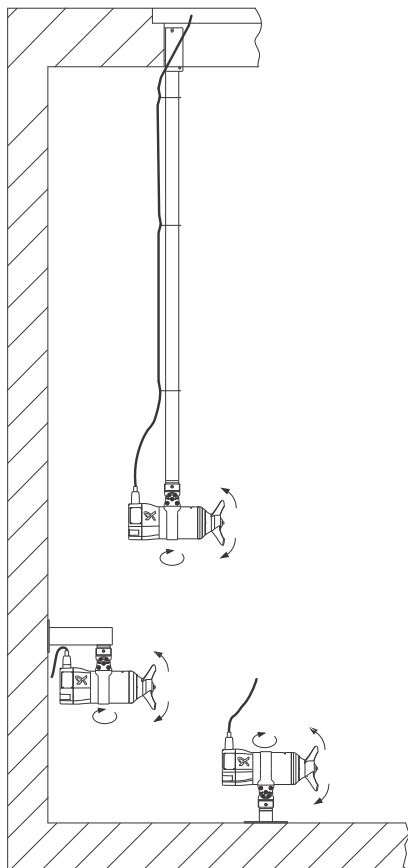

Рис. 5 SMD.09 - 18.xx.xxxx.T
- кронштейн крепления и труба для подвесного монтажа. См. рис. 5;
- кронштейн крепления для настенного монтажа. См. рис. 5;
- монтажное основание для напольного монтажа. См. рис. 5;